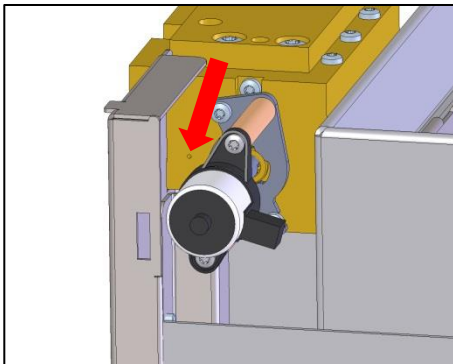

Abb. 52: Öffnung Nachfüllung Füllstand
- Leitungswasser in der berechneten Nachfüllmenge über seitliche Öffnung beim Umschaltventil (→ Abb. 52) langsam mittels einer Spritze einfüllen.